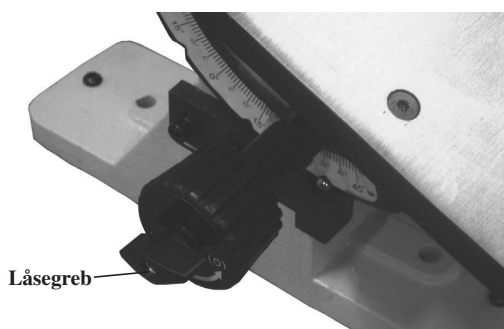

Fig. 02
1. Løsn låsegrebet (Fig. 02) og flyt bordet til 90-graders positionen. Stram låsegrebet og placer en vinkel mod bordet og slibeskiven. Vinklen skal flugte med bordet og skiven.